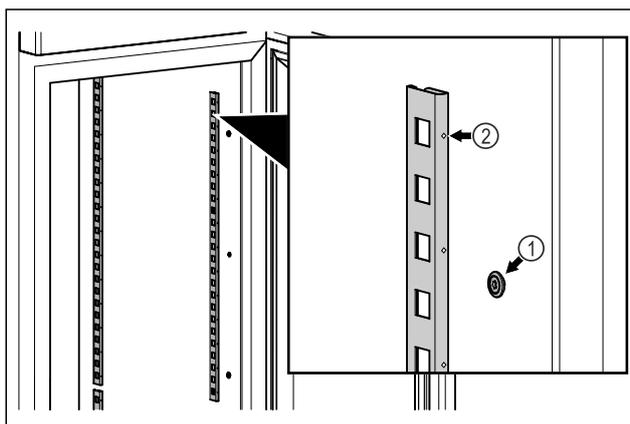

Fig. 17 Reprezentare exemplificativă
- ▶ Acroșați barele de prindere în sistemul de suspendare Fig. 17 (1). Marcajul Fig. 17 (2) trebuie să fie orientat spre înăinte.